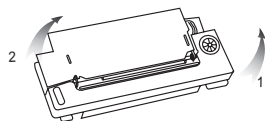
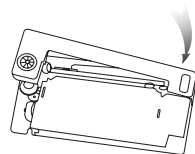

图3-4
图3-5
(2) T/NT/SF型机：用户双手的拇指和食指轻抬色带匣的两端，注意先拉右端再拉左端，将色带匣取出。或轻压色带匣右端PUSH字样处，使色带匣左端翘起，顺势取出色带匣也可(如图3-4和图3-5所示)。